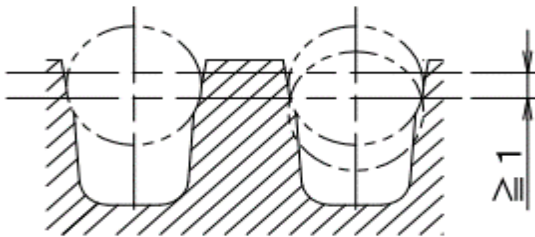

図2 ロープ溝不均等摩耗
②不均等な摩耗によって、各ロープの溝に摩耗量の差が1mm以上の場合 図2参照
③目視でロープの縄痕、偏摩耗の確認をした場合